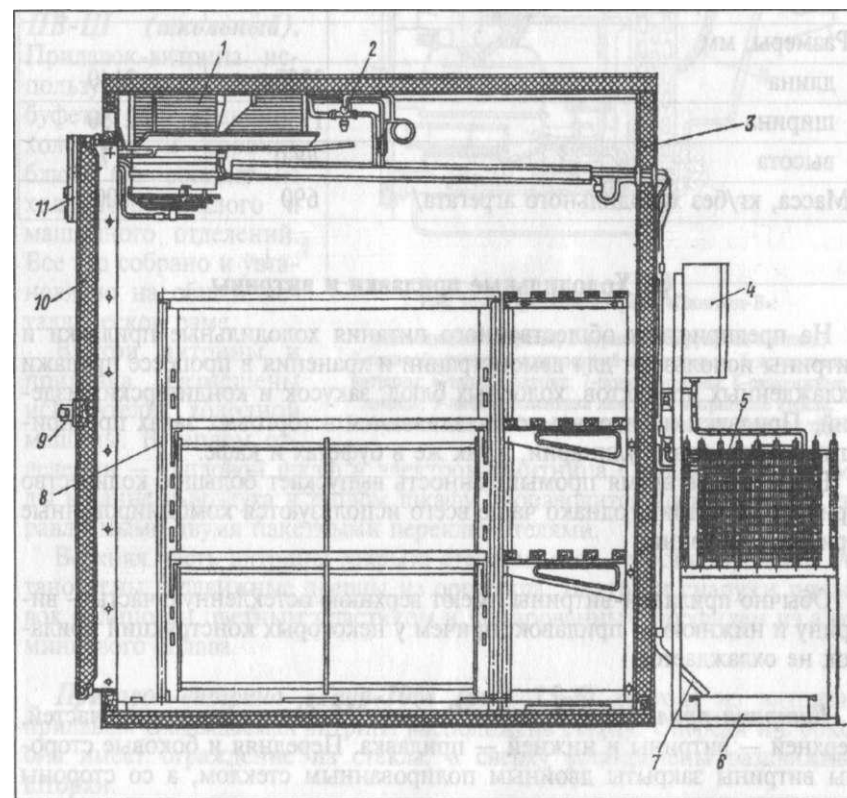

Рис. 15-4. Среднетемпературная камера КХС-2-6М:
*Среднетемпературная холодильная камера КХС-2-6 (рис. 15-4)* имеет одно отделение и собирается из 12 унифицированных панелей с теплоизоляцией из пенопласта.